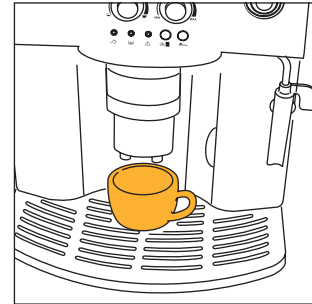
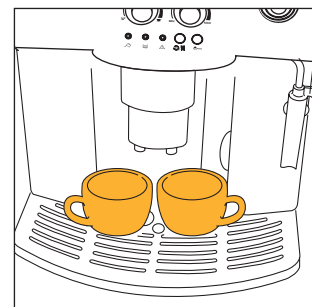
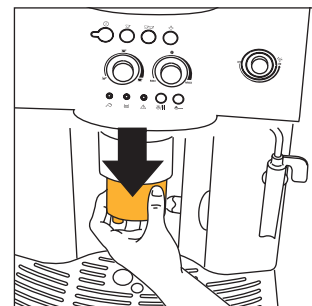

Fig. 9
Fig. 10
Fig. 11
- 4) Sett 1 kopp (fig. 9) eller 2 kopper (fig. 10) under tutene. For å få godt skum på kaffen, la tutene komme så nærme kaffekoppene som mulig, ved å senke kaffeutslippsheten (fig. 11).